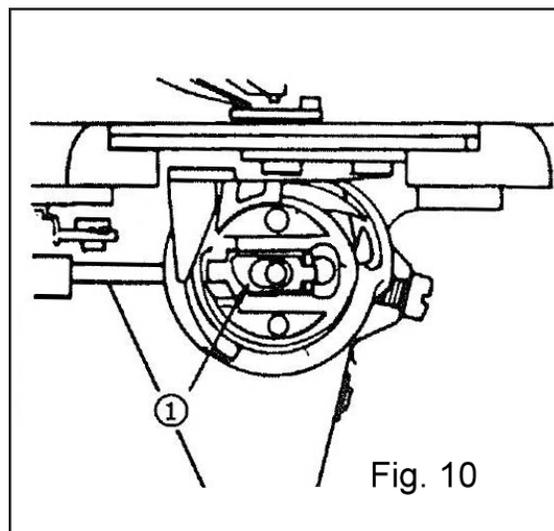

Fig. 10
1. Afrouxando o parafuso da agulha (2), segure-a (1) com a parte rebaixada de frente para você.
20. COLOCAÇÃO/REMOÇÃO DA CAIXA DE BOBINA (FIG.10)
1. Levante e mantenha a alavanca (1) da trava do compartimento de bobina entre dois dedos para retirá-la da lançadeira. A bobina não irá sair de seu compartimento enquanto a alavanca da trava estiver levantada.
21. COLOCAÇÃO/REMOÇÃO DA CAIXA DE BOBINA(FIG.10)